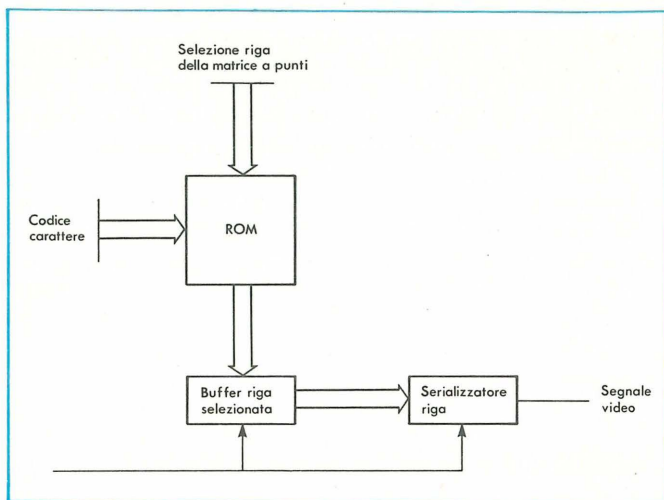
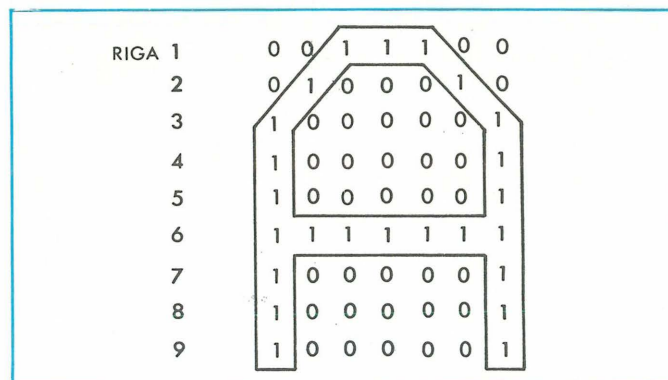

Figura 4 - Schema a blocchi di un generatore di carattere.
Figura 5 - Matrice a punti di un carattere nel formato 7 × 9.
In questo caso il byte è inviato ad un blocco generatore di carattere (v. Figura 4), che realizza la conversione da codice a dati seriali per il video. Questo blocco consiste fondamentalmente di una ROM (Read Only Memory), che contiene per ogni carattere la corrispondente configurazione in termini di punti luminosi (1) e non (0) disposti a matrice (tipicamente 5 \times 7 oppure 7 \times 9 come in Figura 5). La visualizzazione del carattere avviene inviando per ogni riga orizzontale dello schermo la corrispondente sequenza di bit della matrice (cioè la ROM di decodifica carattere è indirizzata dal carattere e dalla linea di scanning relativa alla linea di punti da visualizzare).